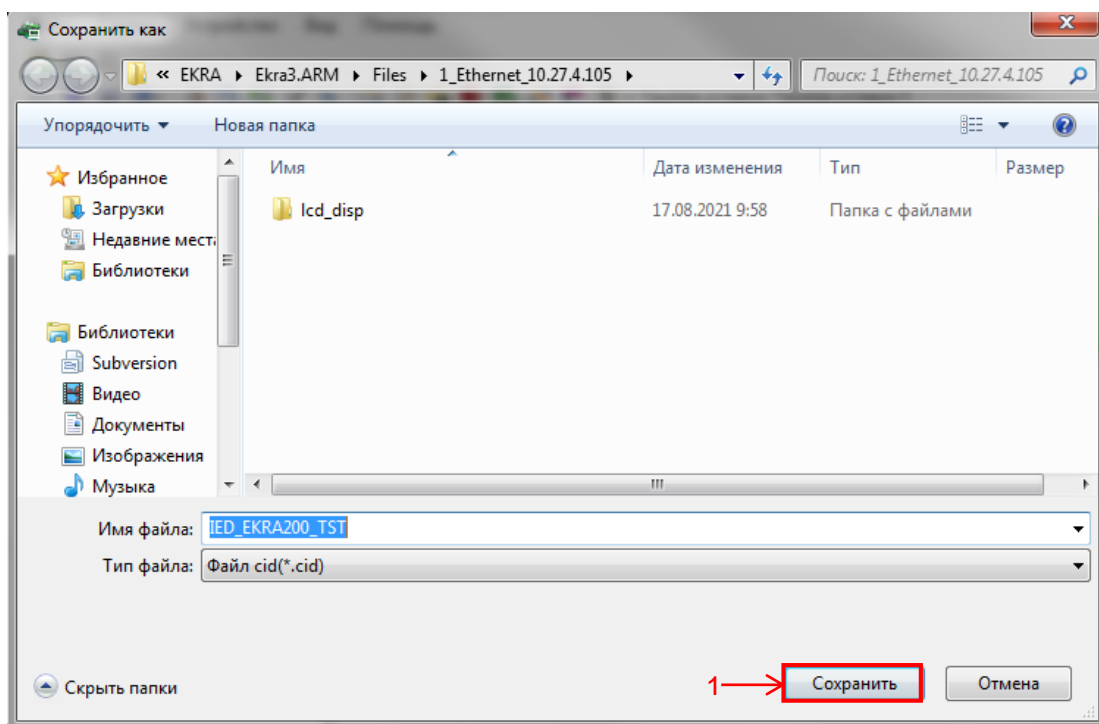

Рисунок 10 – Сохранение экспортированного SCL-файла
2.1.3.2 В открывшемся окне выбрать место для сохранения файла и нажать кнопку Сохранить (см. рисунок 10, поз. 1).